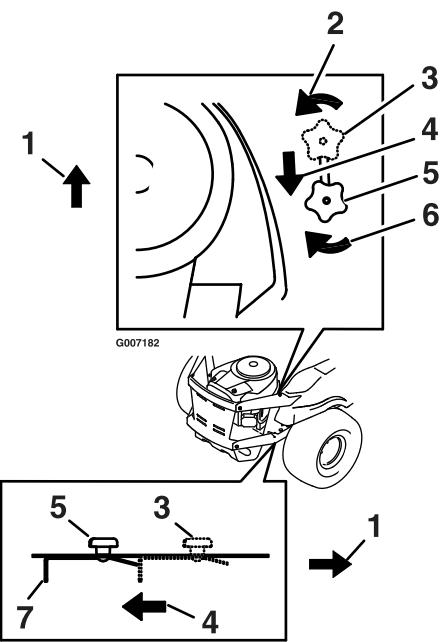

Figura 20
3. Individuate le manopole di rilascio di bypass su ciascun lato della scocca del motore (Figura 20).
4. Allentate la manopola ruotandola in senso antiorario. Quindi, tirate la leva di rilascio posta nel sottoscocca (Figura 20) verso la parte posteriore della macchina e serrate la manopola per fissare la leva in posizione rilasciata. Ripetete l'operazione su ciascun lato della macchina.
Allentate la manopola di bypass, spingete le leve di rilascio in avanti e serrate nuovamente la manopola per inserire l'impianto di trazione (Figura 20).